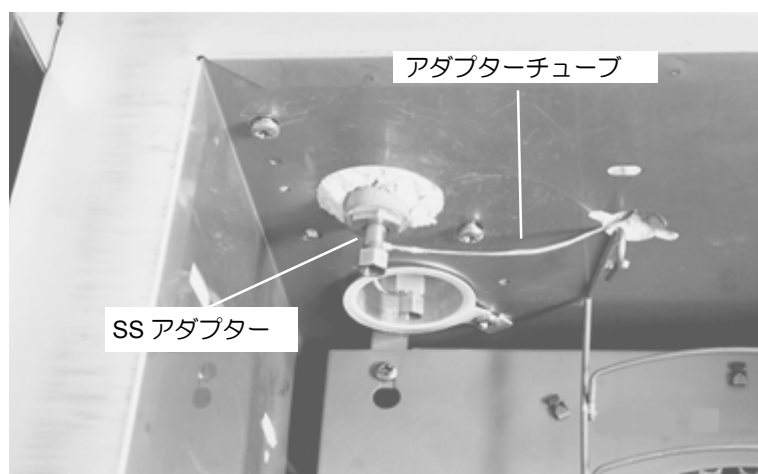

Fig. 3.9 SS アダプターの GC 注入口への取り付け
- ③ SSアダプターのナットを締め、注入口に固定します（Fig. 3.9 参照）。